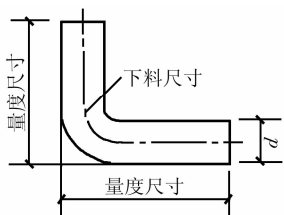

图 1-4 钢筋弯曲时的量度方法
(1)弯曲调整值。钢筋弯曲后的特点:一是在弯曲处内皮收缩、外皮延伸、轴线长度不变;二是在弯曲处形成圆弧。钢筋的量度方法是沿直线量外包尺寸,如图 1-4 所示;因此,弯起钢筋的量度尺寸大于下料尺寸,两者之间的差值称为弯曲调整值。弯曲调整值,根据理论推算并结合实践经验确定,列于表 1-1。